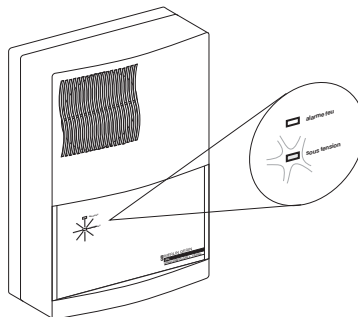

fig. 6
- le témoin vert s'allume (figure 6)